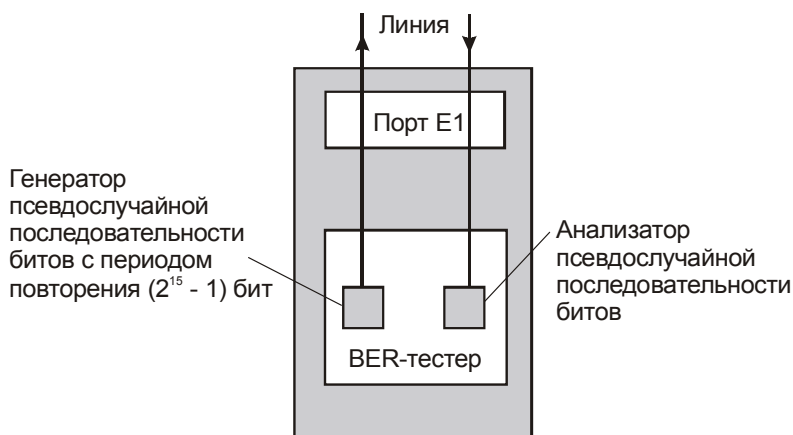

Рис. 13. Схема включения встроенного BER-тестера
- BER – включение встроенного BER-тестера в соответствии со схемой, приведенной на Рис. 13.